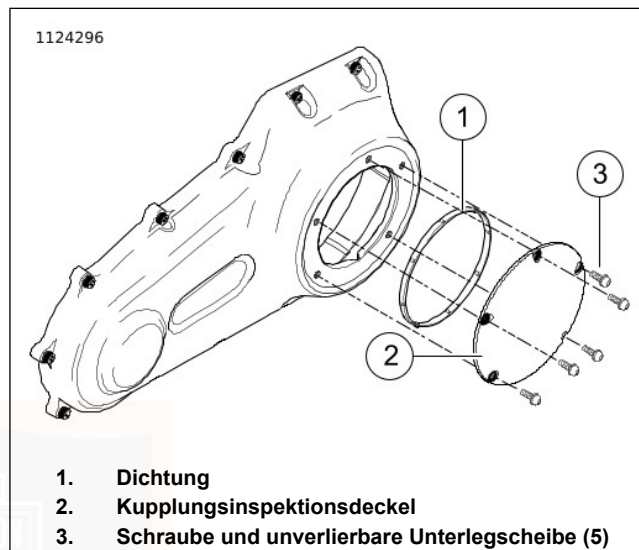
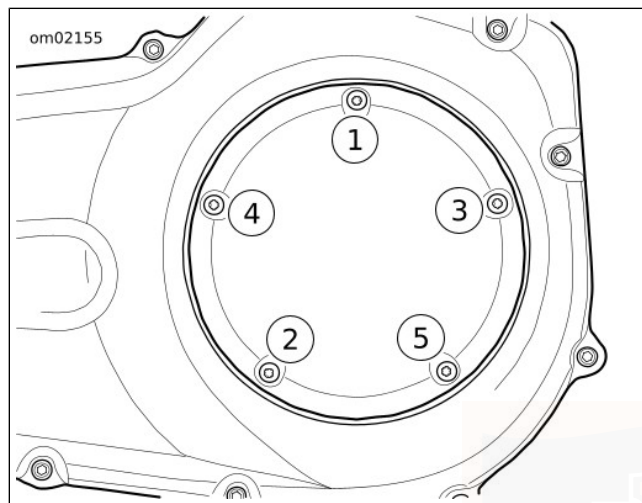

Abbildung 101. Kupplungsdeckel (Typisch)
Abbildung 102. Anzugsreihenfolge für Kupplungsdeckel
6. Siehe Abbildung 101. Schrauben (3) und Kupplungsinspektionsdeckel (2) entfernen.
7. Dichtung (1) entfernen. Das Öl von der Nut im Kettengehäusedeckel und der Befestigungsfläche abwischen.
- b. Siehe Abbildung 101. Die **neue** Dichtung (1) in die Nut des Kupplungsinspektionsdeckels (2) einsetzen. Jede Noppe auf der Dichtung in die Nut drücken.
- c. Den Kupplungsinspektionsdeckel (2) mit Schrauben und unverlierbaren Unterlegscheiben (3) sicher befestigen.
- d. Siehe Abbildung 102. In der angegebenen Reihenfolge auf folgendes Drehmoment anziehen: 9,5–12,2 N·m (84–108 in-lbs).